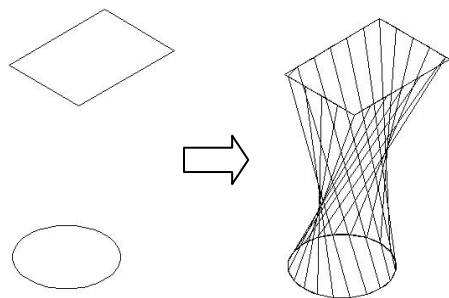

图 7-21 封闭直纹曲面
(1) 若选择的曲线是封闭的，当曲线为圆时，直纹曲面将从零度象限点开始绘制；当曲线为多段线时，直纹曲面将从最后一个端点开始绘制，如图 7-21 所示。